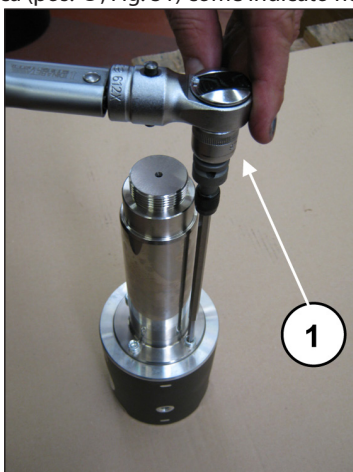

Fig. 51
Bloccare il guida pistone in morsa con l'ausilio di apposito attrezzo e procedere alla taratura delle viti con chiave dinamometrica (pos. ①, Fig. 51) come indicato nel capitolo 3.